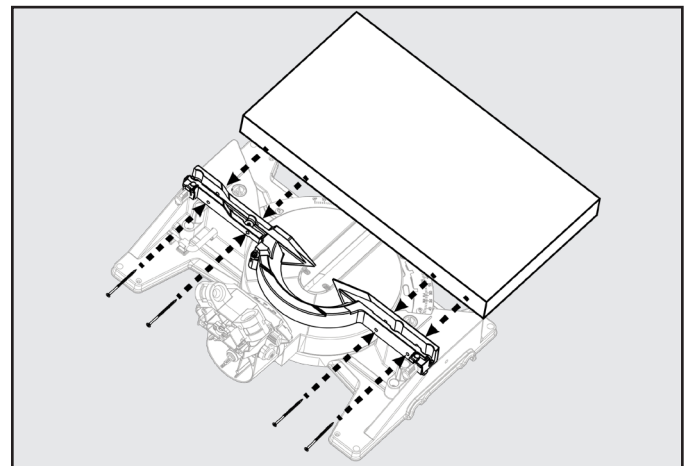
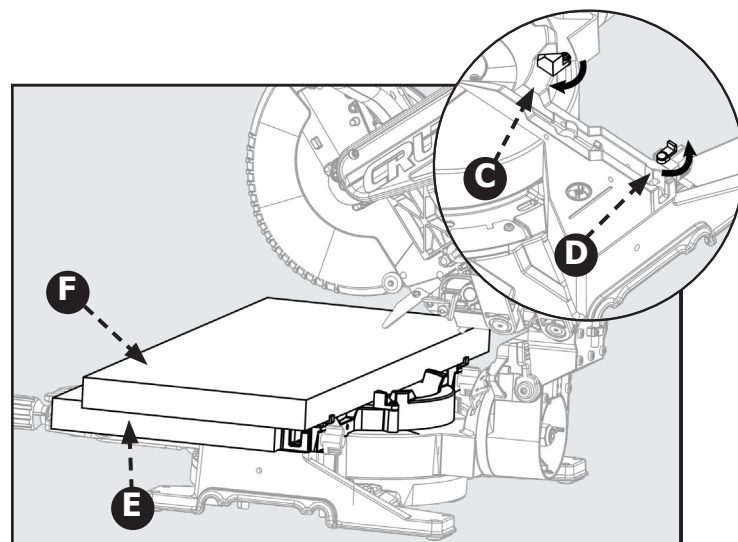

Figure 28
Figure 29
2. Tournez les languettes de support (C et D) vers leur position. Les languettes (D) se trouvent sur les côtés gauche et droit du guide inférieur (fixe). La languette (C) se trouve seulement du côté droit du guide inférieur (fixe). Ils agissent comme butées arrière de votre pièce. Voir figure 29.
3. Vous devez ajouter une table auxiliaire (E) pour soutenir votre pièce surdimensionnée (F). Placez la planche de la table auxiliaire (E) de 2 po x 12 po sur la table de la scie et contre la section inférieure (fixe) du guide de la scie. Assurez-vous que la planche est fermement fixée contre le guide inférieur (fixe).
REMARQUE : Utilisez des vis de bois pour fixer la planche de la table auxiliaire (D). Voir figure 28.